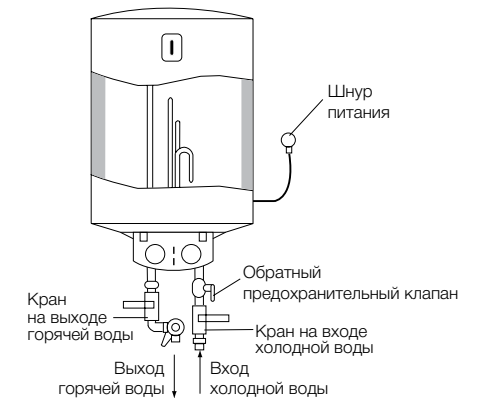

Рис. 8.
3. Предохранительный клапан следует устанавливать в месте входа воды (см. рис. 8 и 9).